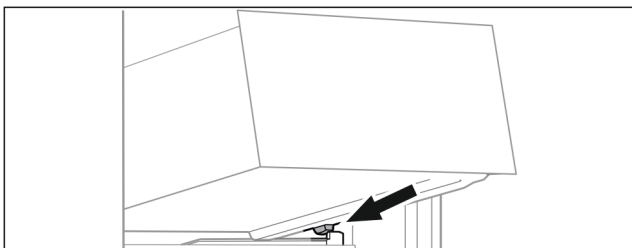

Fig. 68
- ▶ Наклоняя вниз, установите выдвижной ящик за стопоры на контейнерное ребро. (см. Fig. 68)